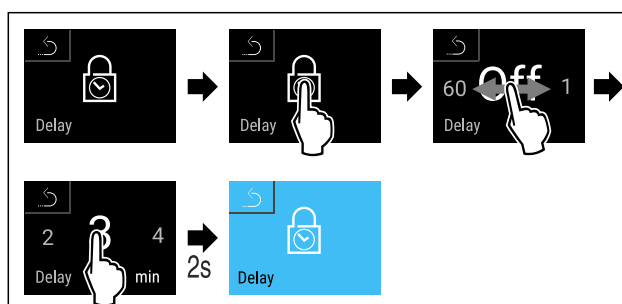

Fig. 85 Folgende Werte sind einstellbar: Off (keine Wartezeit) bis 60 Minuten; in 1 Minuten-Schritten
- Handlungsschritte (siehe Fig. 85) durchführen.